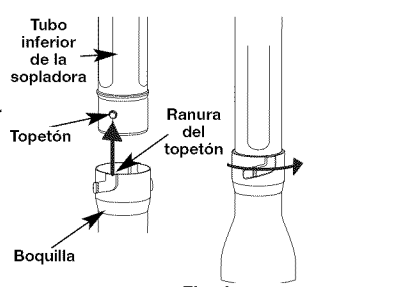

Fig. 4
3. Inserte el tope del tubo inferior de la sopladora en la ranura de tope de la boquilla (Fig. 4).
4. Mientras sujeta el tubo inferior del soplador, gire a la derecha el boquilla hasta que encaje en su lugar (Fig. 4).